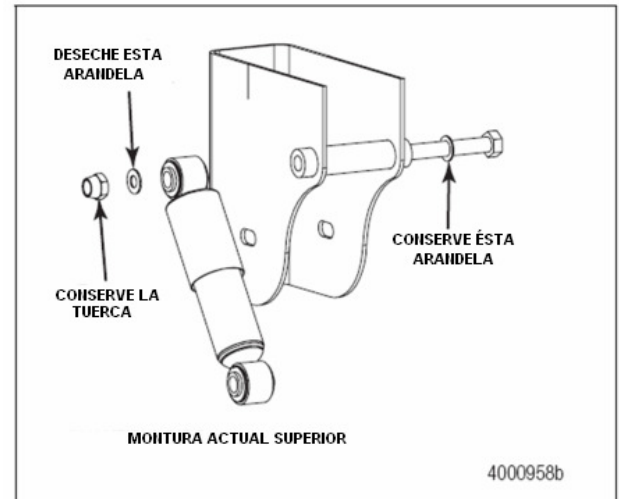

Figura 9.27
3. Remueva la tuerca de 7/8-pulgada (22.23 mm) y la arandela de 7/8 pulgada x 1 -3/4-pulgada O.D. (22.23 x 44.45 mm) del montaje SUPERIOR del amortiguador. Deseche la arandela. No remueva la arandela actual en el perno del amortiguador. Figura 9.27.
3. Remueva la tuerca de 7/8-pulgada (22.23 mm) y la arandela de 7/8 pulgada x 1 -3/4-pulgada O.D. (22.23 x 44.45 mm) del montaje SUPERIOR del amortiguador. Deseche la arandela. Figura 9.27.